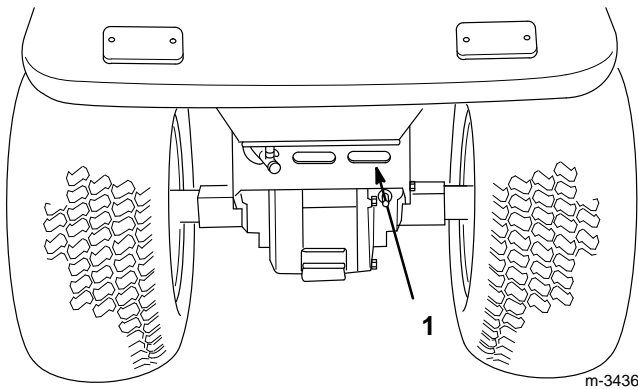

Abbildung 10
6. Die Hinterachsenabdeckung ist ein Luftereinlaßbereich zur Kühlung von Hinterachse und Kardanwelle. Fremdkörper von der Hinterachsenabdeckung entfernen, bevor der Traktor eingesetzt wird (Abb. 10).